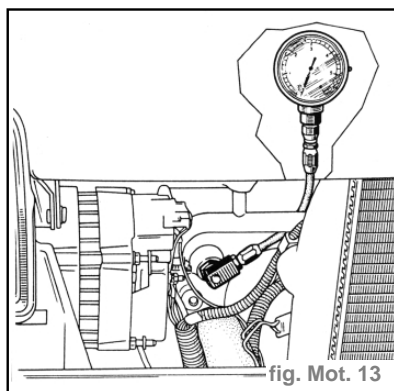

fig. Mot. 13
- Mettre en place l'outil **Mot. 836-05** ainsi que le manomètre. (fig. Mot. 13)